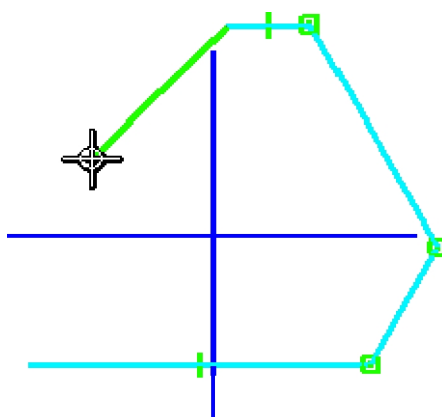

Рис. 7. Построение третьего и четвертого отрезков
1.11 Постройте третий и четвертый отрезки (рис. 7)